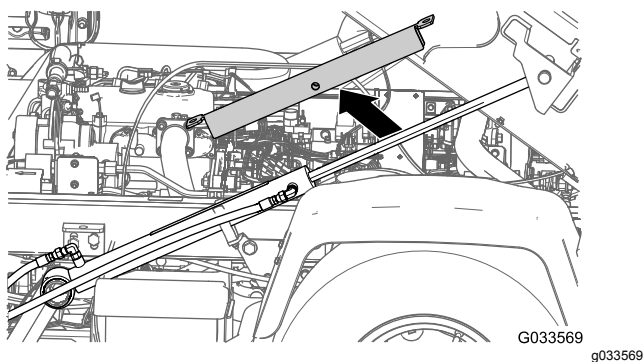
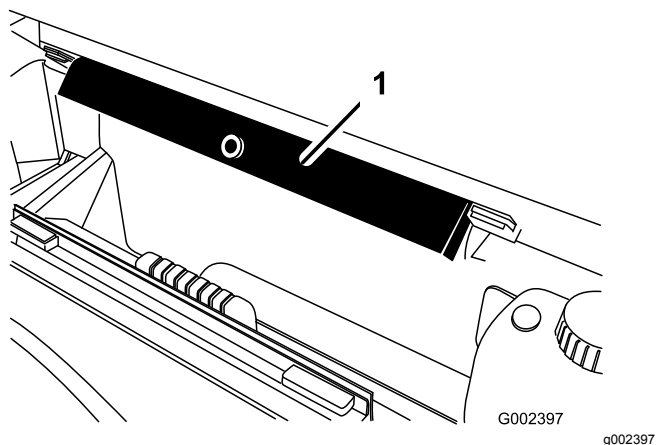

Figura 34
Figura 35
2. Rimuovete il supporto del pianale dal cilindro di sollevamento e riponete il supporto sulle staffe di stoccaggio sulla parte posteriore del pannello del ROPS (Figura 34 e Figura 35).